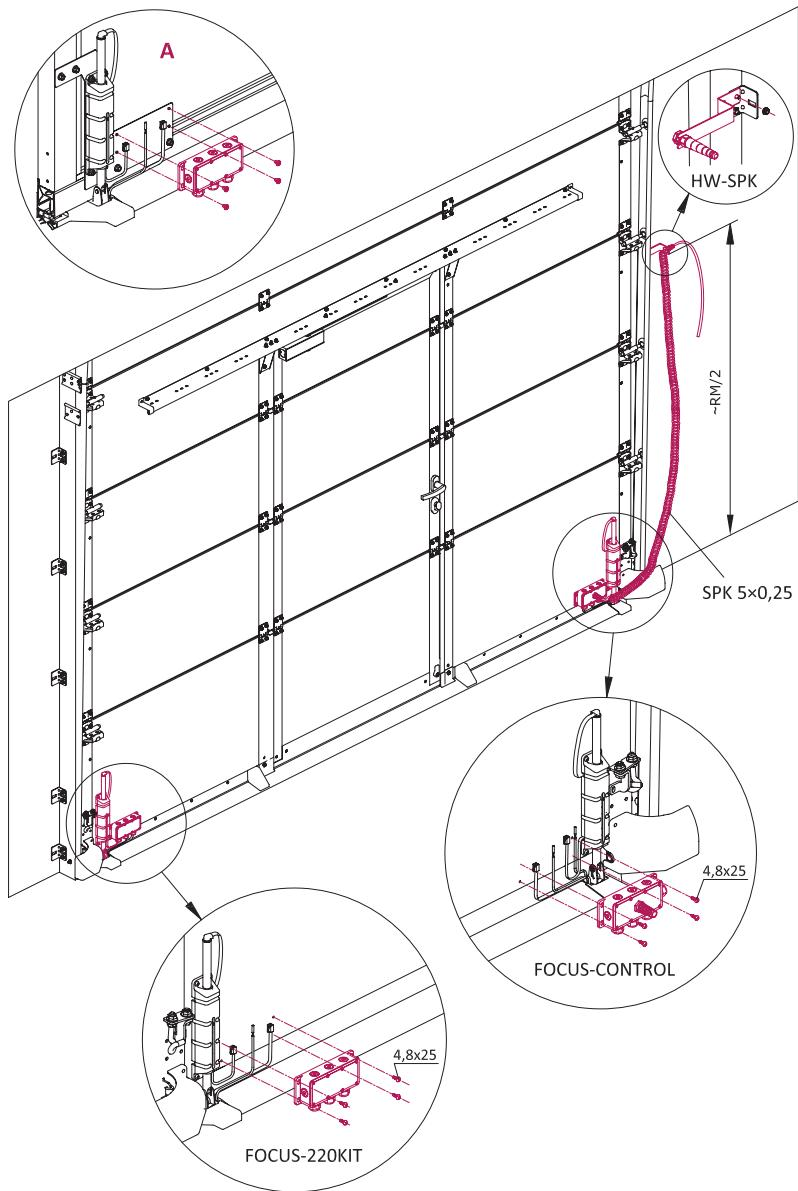

Fig. 2 — Installation des kits FOCUS-210 et FOCUS-220KIT
- Installez les boîtes des kits **FOCUS-210 (FOCUS-CONTROL)** et **FOCUS-220KIT** (*fig. 2*) sur le tablier des portes en panneaux sandwich à l'aide de vis 4,8×25 (8 pièces sont fournies avec les portes). Pour déterminer l'emplacement des boîtes sur le tablier des portes, deux trous sont réalisés en usine.
Si la section inférieure du tablier est panoramique, les boîtes sont installées sur les plaques d'acier préinstallées (*fig. 2, vue A*) à l'aide de vis M5×8 (8 pièces sont fournies avec les portes).
- Installez le support **HW-SPK** (*fig. 2*) à l'extérieur du profil d'angle du système de guidage des portes, pas plus bas que le milieu de l'ouverture des portes (environ **RM/2**).
- Faites passer l'extrémité courte du câble spiralé **SPK 5x0,25** (*fig. 2*) à travers l'entrée de câble spéciale de la boîte **FOCUS-CONTROL**, puis l'extrémité longue à travers l'entrée de câble du support **HW-SPK**.